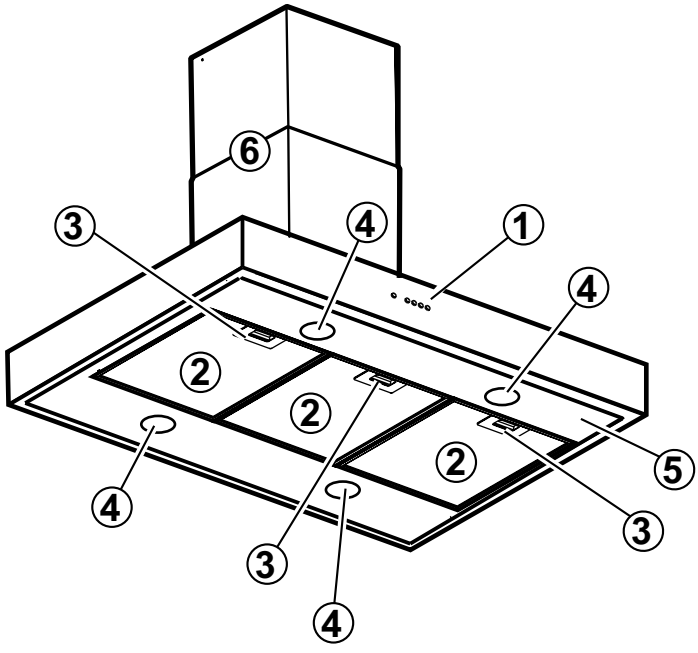

Fig. 2 - Abb. 2
**Descripción de la campana- Fig. 2**